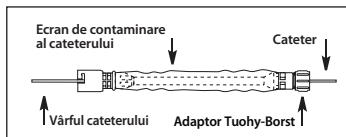

Figura 2
- a. Dacă se utilizează un ecran anticontaminare pentru cateter cu adaptor Tuohy-Borst (când este furnizat), introduceți vârful cateterului dorit prin capătul cu adaptor Tuohy-Borst al ecranului anticontaminare al cateterului. Avansați cateterul prin tubulatură și ambou la capătul lălalalt (consultați Figura 2).